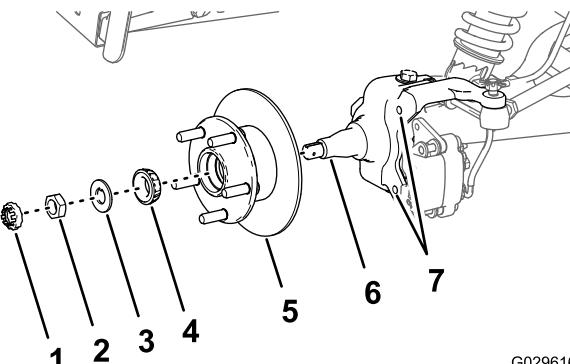

図 32
- スピンドルに所定のグリスを薄く塗る図 32。
- ハブとロータをスピンドルに取り付ける。ロータを内側にすること図 32。
- スピンドルに外側ベアリングを取り付けてレースにはめる図 32。
- スピンドルにタブワッシャを取り付ける図 32。
- スピンドルにスピンドルナットを取り付け、ハブを回しながらナットを締めつける図 32。
- ブレーキパッドをロータのそれぞれの側に合わせ図 28、キャリパブラケットの穴と、スピンドルフレームのブレーキ取り付け部の穴を整列させる図 32。